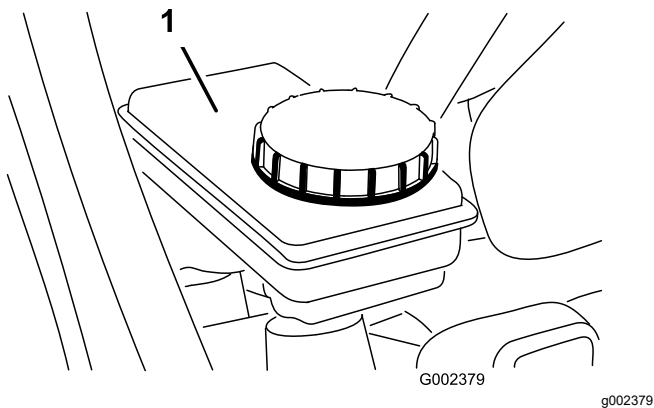

Figura 57
5. Asegúrese de que el nivel de fluido llegue a la línea Llento del depósito (Figura 57).
6. Si el nivel de líquido es bajo, limpie la zona alrededor del tapón, retire el tapón y llene el depósito hasta el nivel correcto con el líquido de frenos especificado (Figura 57).